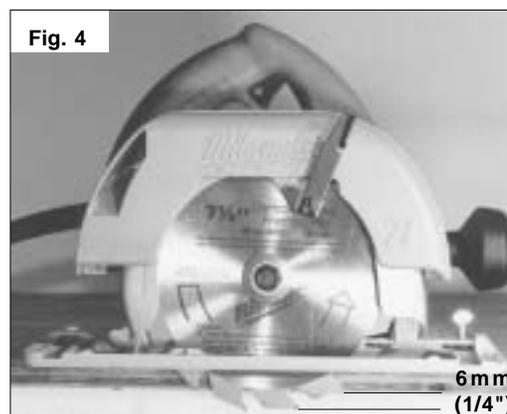

Fig. 4
3. Manteniendo la zapata apoyada plana contra el banco de material, levante o baje la sierra a la posición deseada. Para lograr un ajuste adecuado, la orilla del disco no deberá sobresalir más de 6,4 mm (1/4") por debajo del material a cortar (Fig. 4).